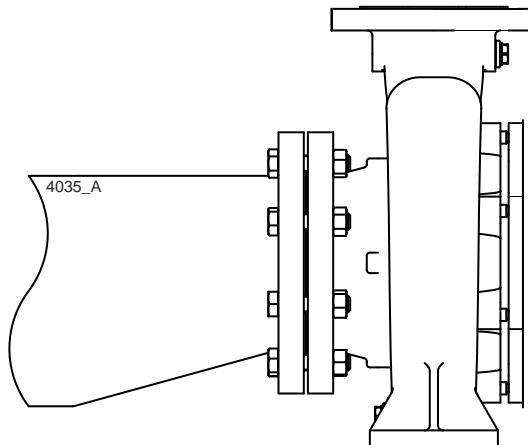

Bild 6: Excentrisk reduktion till inloppsfläns.
- Sugledningens tvärsnitt måste vara väl tilltaget. Denna ledning måste vara så kort som möjligt och dras till pumpen så att inga luftfickor kan bildas. Om detta inte är möjligt, måste en avluftningsmöjlighet anordnas på den högsta punkten. Om sugledningen har ett större tvärsnitt än pumpens suganslutning, måste en excentrisk reducering monteras, så att ingen virvelbildning kan uppstå. Se bild 6.